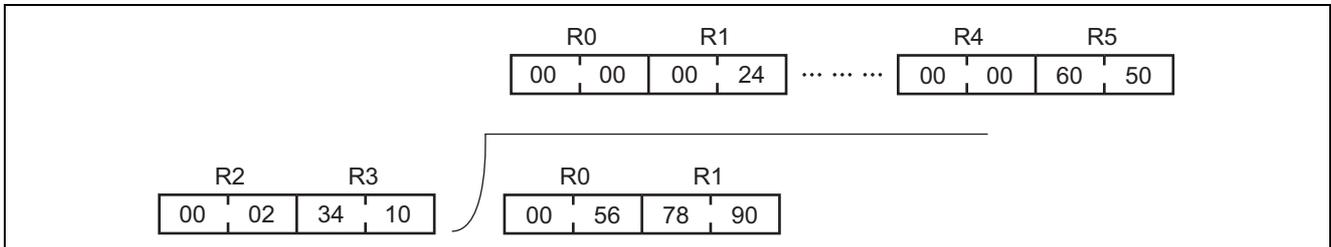

図2 上位桁を使用しない場合の除算例
1. 図2のように上位桁を使用しない場合は、上位桁に"0"を設定してください。"0"を設定していない場合、上位桁に設定されている不定のデータを含めて除算されるため、正確な除算結果は得られません。